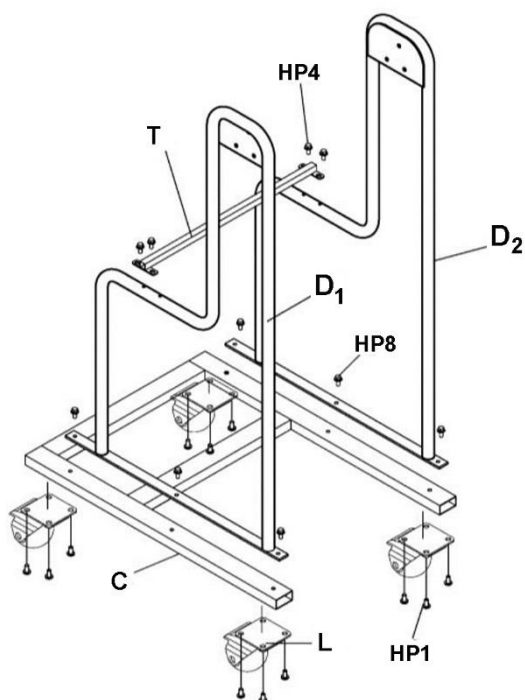

Figure 3
1. Installez quatre roulettes (L) sur la base (C) avec les vis à tête cylindrique (HP1). Voir la Figure 3.
2. Installez les montants gauche et droit (D1, D2) sur la base (C) avec les écrous à bride (HP8).
3. Installez le support de montant (T) sur les montants avec les écrous à bride (HP4).